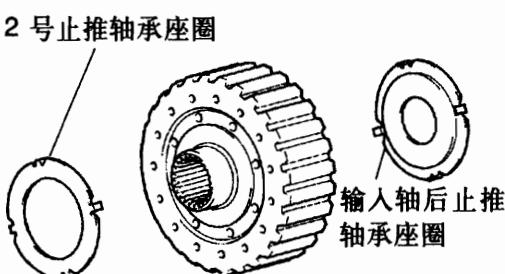
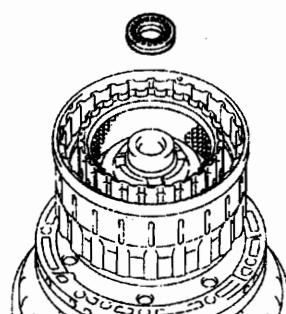

图 12-1-124
图 12-1-125
②如图 12-1-124 所示，从多片离合器毂上拆下 2 号止推轴承座圈和输入轴后止推轴承座圈。
(10) 拆下输入轴总成。
①如图 12-1-125 所示，从离合器鼓总成上拆下止推滚针轴承。